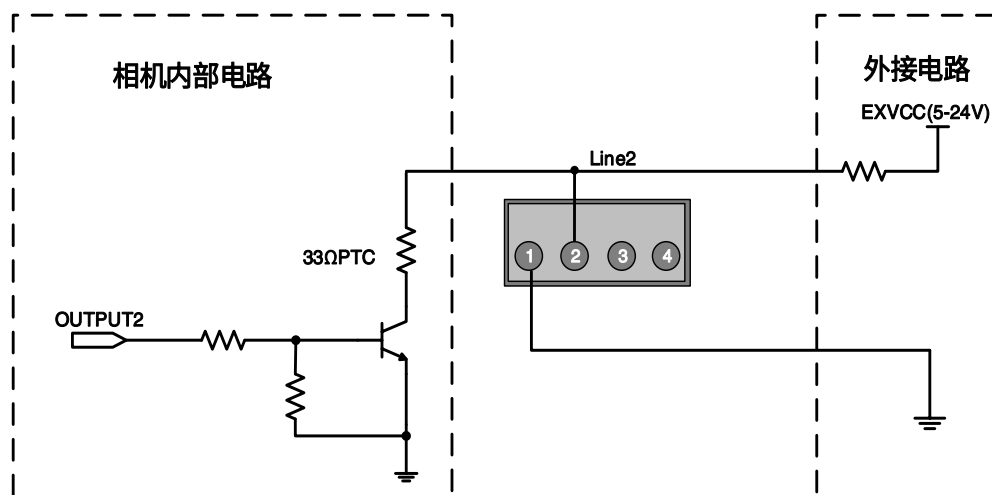

图 7-19 Line2 配置为输出引脚时相机内部等效电路
- Line2/3 配置为输出引脚时，相机内部等效电路如图 7-19 所示，以 Line2 为例